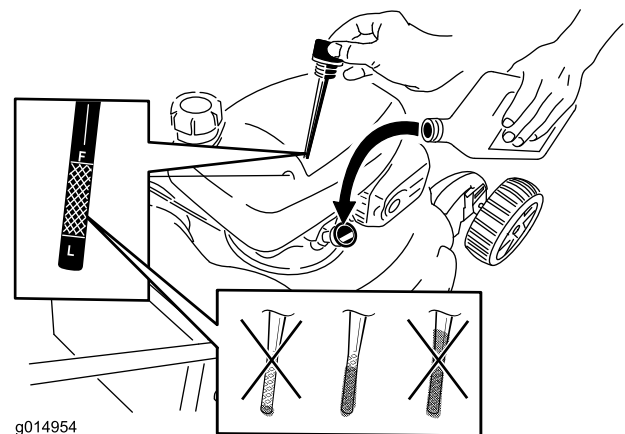

Рисунок 41
2. Извлеките масломерный шуп (Рисунок 41).
4. Медленно заливайте масло в маслозаливной патрубок до тех пор, пока уровень масла не достигнет отметки **Full (ЗАПОЛНЕНО)** на масломерном щупе (Рисунок 41). **Не допускайте переполнения картера.** (Макс. объем масла: 0,59 л, тип: автомобильное моющее масло (SAE 30), имеющее классификацию API: SF, SG, SH, SJ, SL или выше.)